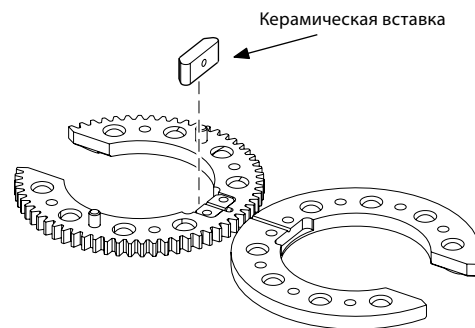

Рисунок 41. Снятие керамической вставки
7. Извлеките керамическую вставку. См. рисунок 41.